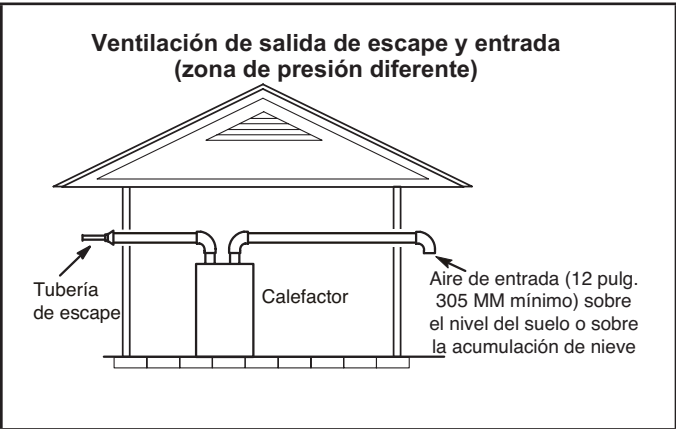
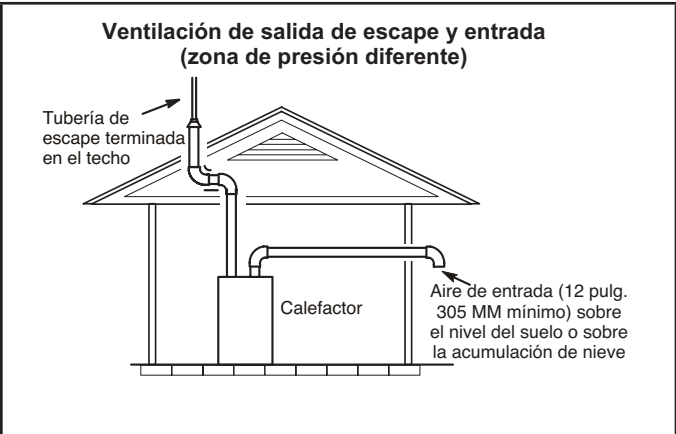

FIGURA 37
FIGURA 38
- 1 - Las terminaciones de entrada y de escape no tienen que estar en la misma zona de presión. Usted puede sacar la entrada en un lado de la estructura y el escape en el otro lado (FIGURA 37). Usted puede sacar el escape por el techo y la entrada por el costado de la estructura (FIGURA 38).